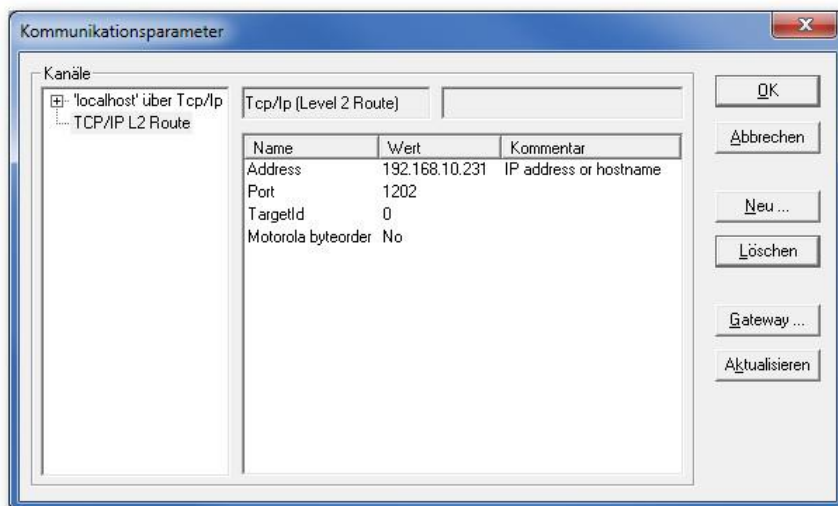

Abb. 4-19: Ethernet-Verbindung über TCP/IP (Level 2)
Die Konfiguration der Ethernet-Verbindung in CoDeSys erfolgt im Menü *Online* → *Kommunikationsparameter* (Abb. 4-19).
- *Tcp/Ip (Level 2 Route)*: Tragen Sie bei *Address* die IP-Adresse der Steuerung ein indem Sie auf den Wert doppelklicken, die IP-Adresse eintragen und mit RETURN bestätigen. Tragen Sie bei *Port* 1202 und schalten Sie *Motorola Byteorder* auf *No*, indem Sie mehrmals auf den Wert klicken (Abb. 4-19).